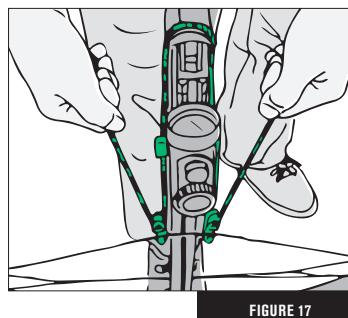

FIGURE 17
5. Tire simultáneamente de ambos mangos en T, atrayendo suavemente la cuerda de la ballesta hacia atrás debajo del muelle de retención de la saeta y al interior de la apertura para la cuerda del mecanismo del gatillo. La tensión conservará los ganchos de amartillado contra el riel si se hace correctamente (Fig. 17).
5. Agarre la flecha cerca de su punta en el extremo opuesto del emplumado. La ballesta puede cargarse manteniendo las manos y todas las partes del cuerpo fuera del trayecto de la cuerda del arco y en el área de carga segura (Fig. 17). Mantenga en todo momento las manos, los dedos y todas las demás partes del cuerpo fuera del trayecto del recorrido de la cuerda y los cables. La ballesta está diseñada de modo que el usuario nunca necesite colocar una parte del cuerpo en el camino de la cuerda de la ballesta. No respetar esta advertencia puede ocasionar lesiones graves o la muerte.